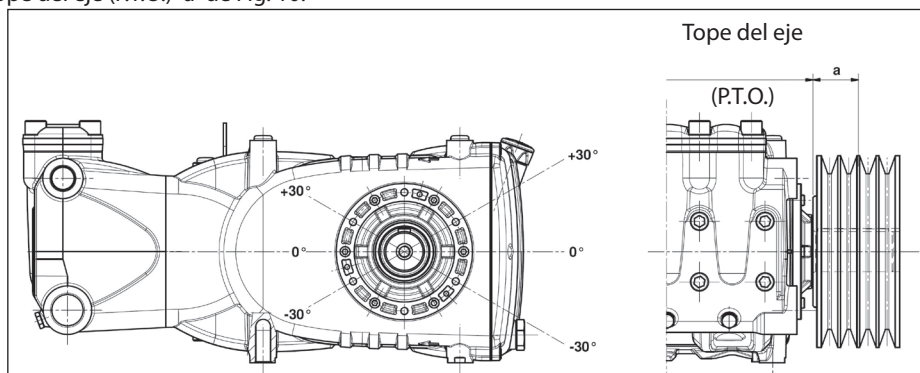

Fig. 10
La carga radial sobre el eje no debe ser superior a 7500 N (valor necesario para definir el Layout). La transmisión es considerada adecuada si tal carga es aplicada a una distancia máxima **a = 40 mm** del tope del eje (P.T.O) como se indica en la Fig. 10.
- b) Utilizar correas de alto rendimiento – por ejemplo **XPB** en lugar de **SPB** – ya que resultará necesario una cantidad inferior de correas en paridad de potencia transmitida y una consecuente distancia inferior de la resultante con respecto al tope del eje (P.T.O.) “a” de Fig. 10.